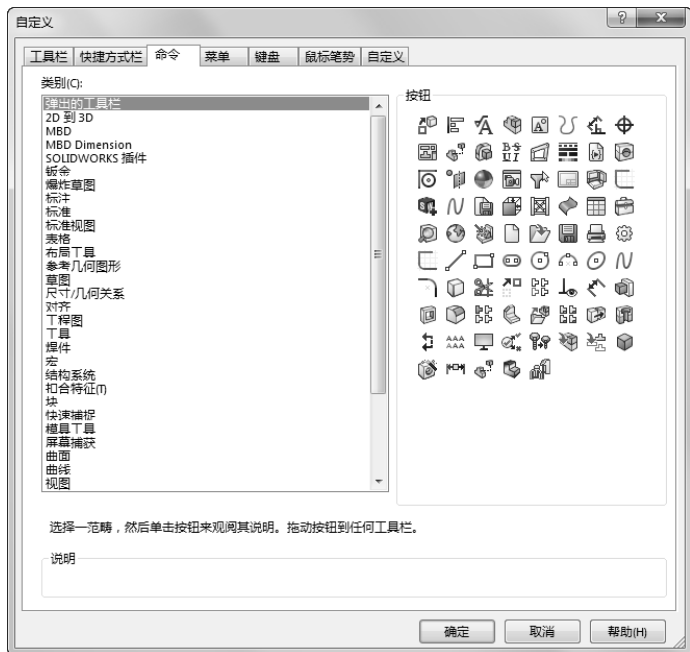

图 1-23 “自定义”对话框的“命令”选项卡
(1) 选择菜单栏中的“工具”→“自定义”命令, 或者在工具栏区域右击, 在弹出的快捷菜单中选择“自定义”命令, 此时系统弹出“自定义”对话框。
(2) 选择该对话框中的“命令”选项卡, 此时出现的“类别”选项组和“按钮”选项组如图 1-23 所示。